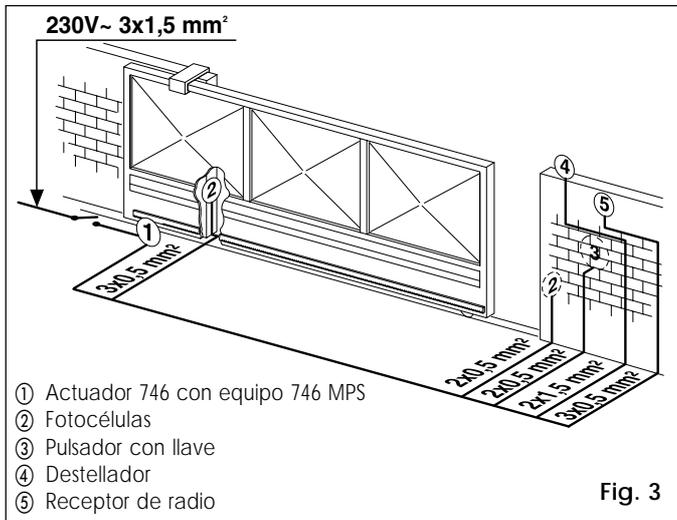

Fig. 3
- 4) Tender los cables para la conexión con los accesorios y la alimentación eléctrica de la manera ilustrada en la Fig. 3. Para facilitar las conexiones, dejar sobresalir los cables unos 40 cm del orificio de la placa de cimentación (Fig. 5-6 ref. ❶).